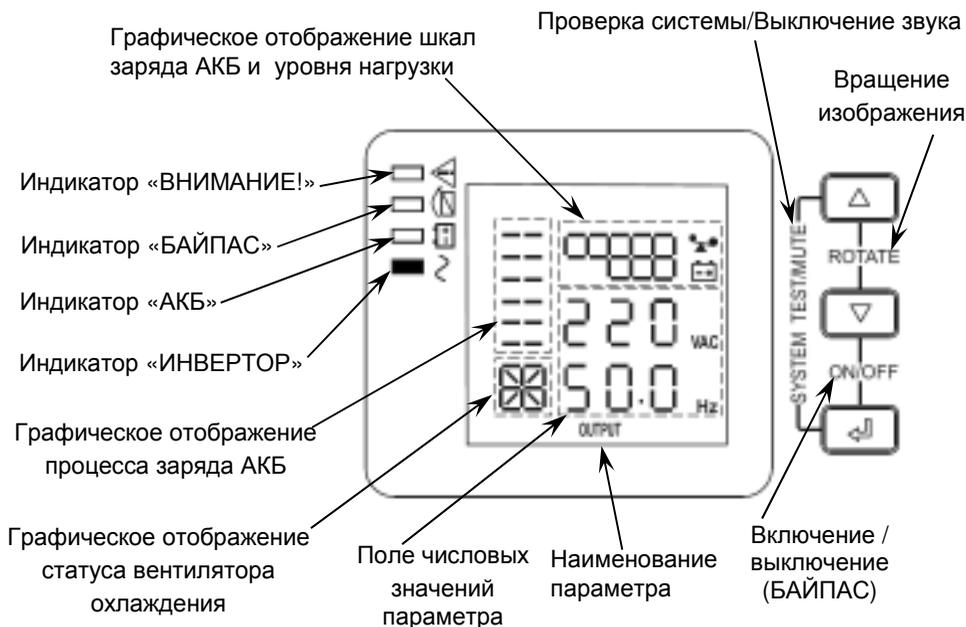

Рисунок 3 - Передняя панель изделия при монтаже в горизонтальном положении (на ЖК-дисплее отображены выходные параметры изделия (параметр OUTPUT)).
На ЖК-дисплее отображаются значения основных параметров изделия (см. рисунок 3).
-  **При наличии напряжения питающей сети** в пределах допустимого диапазона (см. п.1...п.3 таблицы 1) изделие питает нагрузки и осуществляет заряд АКБ. На ЖК-дисплее отображается величина выходного напряжения и значение его частоты (см. рисунок 3).